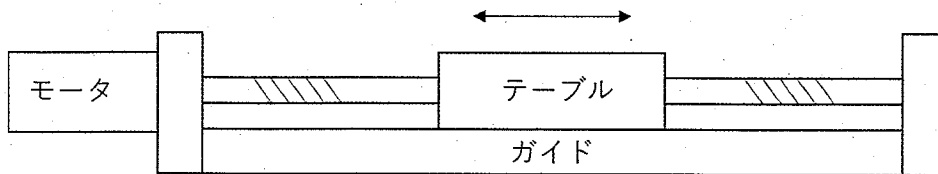
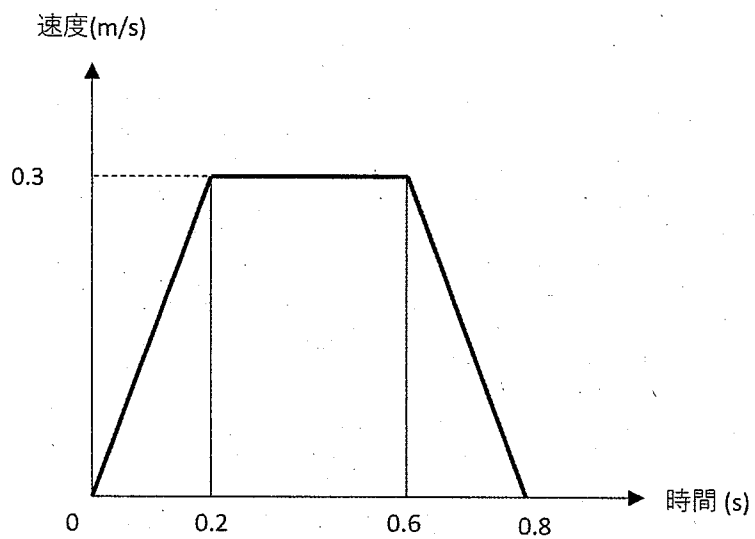

図 3-3
図 3-4
II. 図 3-3 に示したように、角ねじ（有効径 16 mm，ピッチ 4 mm）とモーターを用いた水平方向に移動するテーブル送り機構を考える。テーブルの質量 $M=10$ kg，ねじ面の動摩擦係数 $\mu_b=0.1$ ，テーブルとガイド面間の動摩擦係数を $\mu_t=0.15$ とする。ここで、ねじを締めるために必要なトルク T と軸力 F の関係は、以下の式で与えられるとする。
- (1) テーブルを図 3-4 のように駆動するとき、加速時にねじに生じる力を求めよ。
- (2) 設問(1)において、加速時に必要なトルク [Nm] を求めよ。
- (3) テーブルが 0.3 m/s で等速運動するとき、モーターに必要な回転数 [min^{-1}] と動力 [W] を求めよ。
- (4) 設問(3)において、角ねじの代わりに、ボールねじ（ボール中心円径 16 mm，リード 4 mm）とリニア軸受を用いた。ボールねじの動摩擦係数が $\mu_b=0.004$ ，リニア軸受の動摩擦係数が $\mu_t=0.003$ のとき、モーターに必要な動力 [W] を求めよ。
- (5) 図 3-3 の構成においてリニア軸受とボールねじを重力方向に使う場合、テーブルが自重で下がってしまう。これを防ぐための方法を 1 つ答えよ。